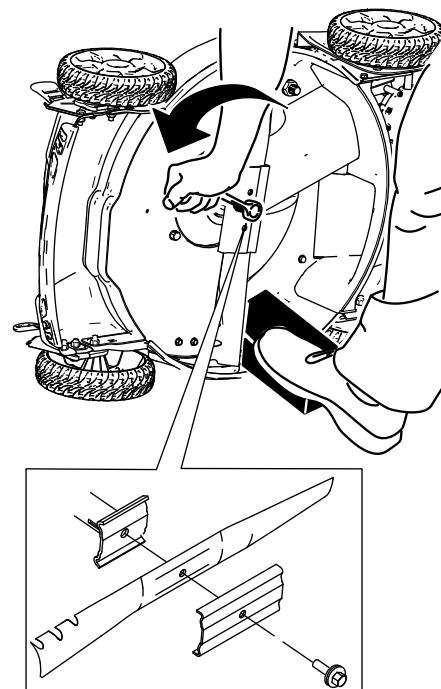

Figura 1
- Usate un blocco di legno per tenere ferma la lama (Figura 1).
- Togliete la lama e conservate la bulloneria di montaggio (Figura 1).